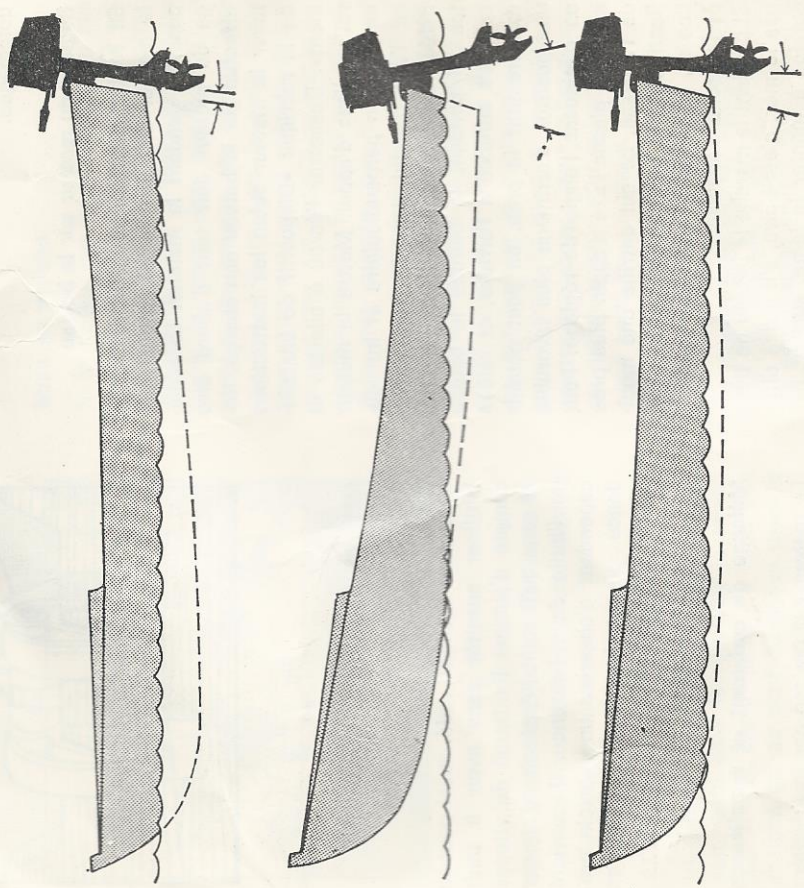

Fig. 6
1. L'hélice tourne trop près de la surface de l'eau du fait que le tableau arrière est trop haut ou l'angle moteur/tableau arrière est mal réglé, Fig. 6.